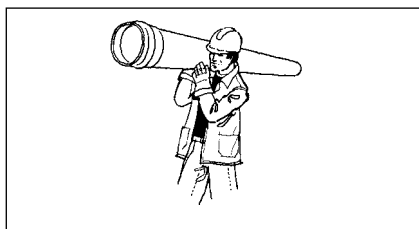

Рис. 9.
1. Трубы малого диаметра можно легко переносить без использования вспомогательного оборудования (Рис. 9).